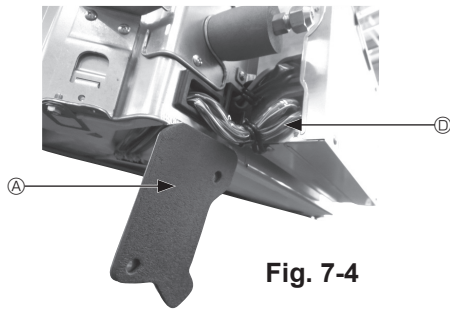

Fig. 7-4
- ① Die beiden Befestigungsschrauben der Kabelabdeckung am Hauptgerät entfernen und die Abdeckung abnehmen.
- ② Das Kabel des i-see-Sensors und Signalempfängers durch die Kabeleinführungen am Elektrokasten (siehe Abbildung) und um die Buchsen an der Seite des Hauptgerätes verlegen. (Fig. 7-4)